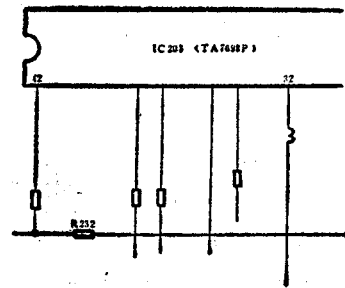

图 1-4
2. 检查扫描电路。测量行输出管Q305集电极有110V电压,测量其基极无负压,说明行激励电路有故障,检查行推动管Q304基极无电压,再测量IC201(TA7698P)第②脚电压也为0V(正常值为0.9V),说明IC201有故障,测量IC201(见图1-4)第②脚(12V电源供电脚)电压为零。检查R232阻值为无穷大,说明R232已经损坏,再检查D202正反向电阻均为0 Ω 。更换